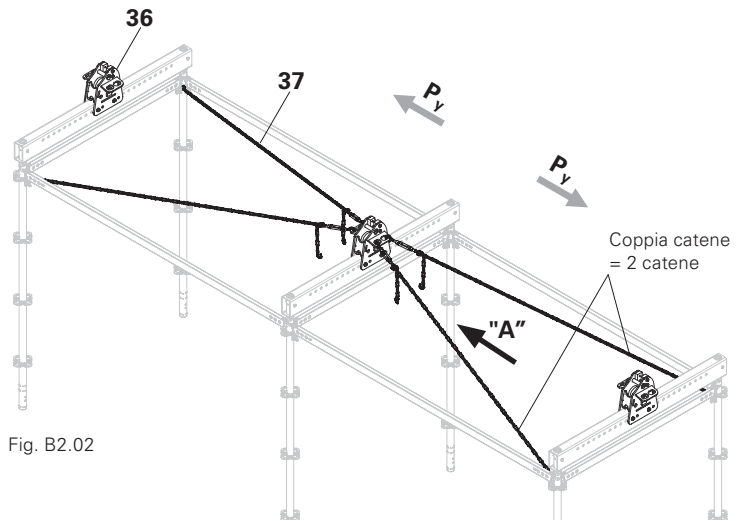

Fig. B2.02
- si sposa con la sottostruttura portante, vedere Fig. B2.02.